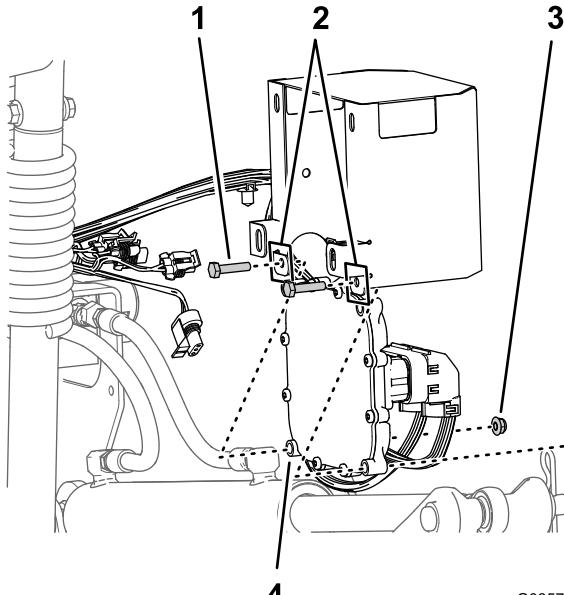

图 29
2. 如图 29 所示用 2 个螺栓 $\frac{1}{4} \times 1\frac{1}{8}$ 英寸和 2 个凸缘锁紧螺母 $\frac{1}{4}$ 英寸将控制器组装到盖子上。
1. 将控制器盖内部的电子控制器与和盖子下后法兰中的孔对准的控制器的下部外侧安装孔对齐图 29